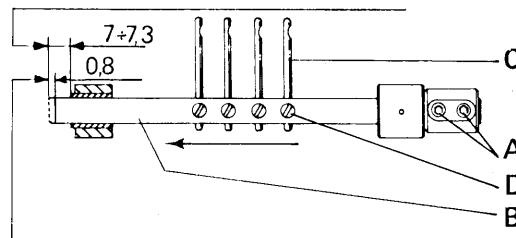
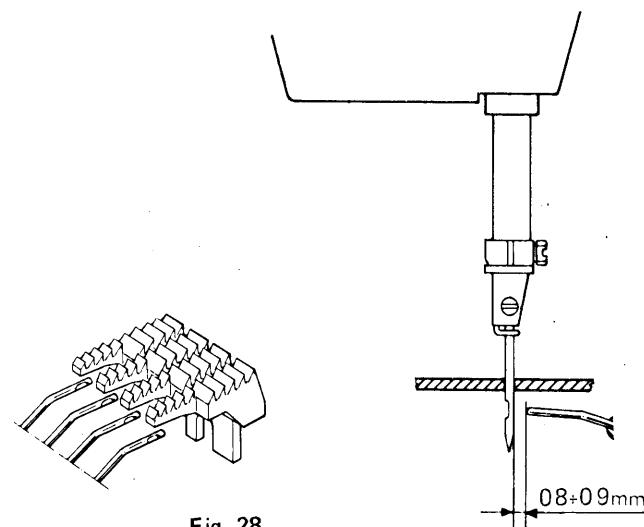

Fig. 27
Fig. 28
- posizionare l'astina porta deragliatore B a mm.6,8 - 7 (fig.27). Per ottenere tale quota, allentare le viti A ed eseguire lo spostamento necessario dell'astina B.
- con la barra ago al punto morto inferiore, montare sull'astina i deragliatori C (fig.27) controllando che la loro estremità sia circa 0,8 - 0,9 mm. dall'ago e che nella fase di movimento sfiorino la placca d'ago e la griffa senza toccarle (fig.28)
- i deragliatori eseguono solo uno spostamento laterale. Per anticipare o ritardare questo movimento, bisogna allentare i due grani interni Q dell'eccentrico O della biella (fig.21) e, tenendo fermo l'eccentrico O, ruotare il volantino della macchina sino ad ottenere la condizione illustrata in fig. 27.